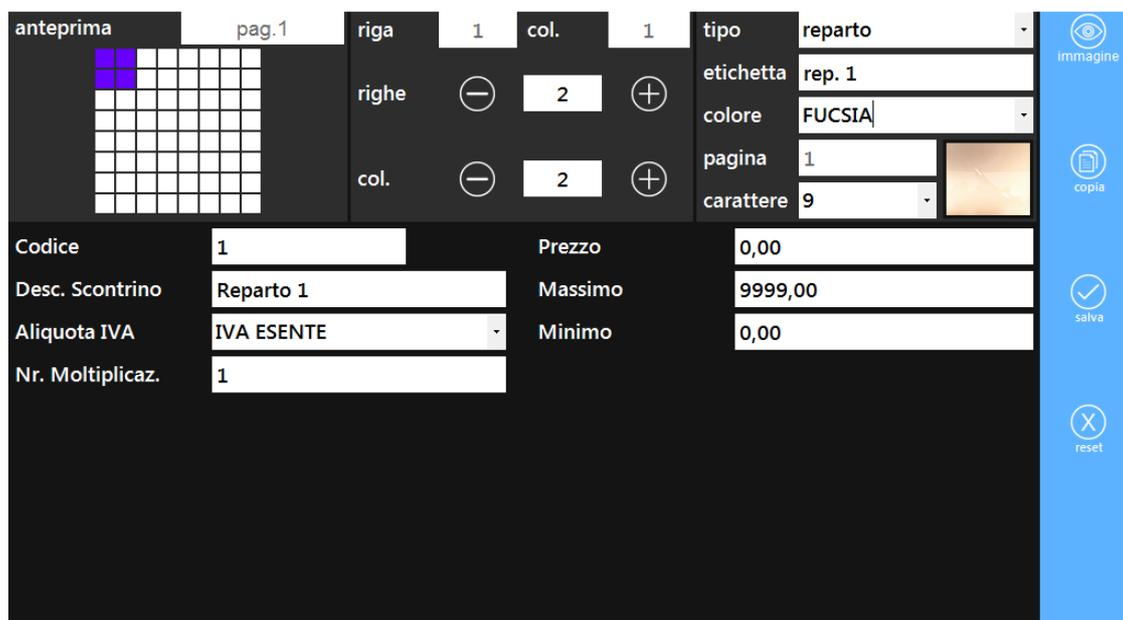

Figura 42: Inserimento tasto Reparto
4. Riempire i campi della schermata di Figura 42, che sono
- Se in Anagrafica Reparti non è stato creato alcun Reparto con identificativo uguale a quello digitato in questo campo, alla pressione del tasto **OK** sarà creato in Anagrafica Pagamenti un nuovo elemento con i dati inseriti nella schermata di Figura 42.